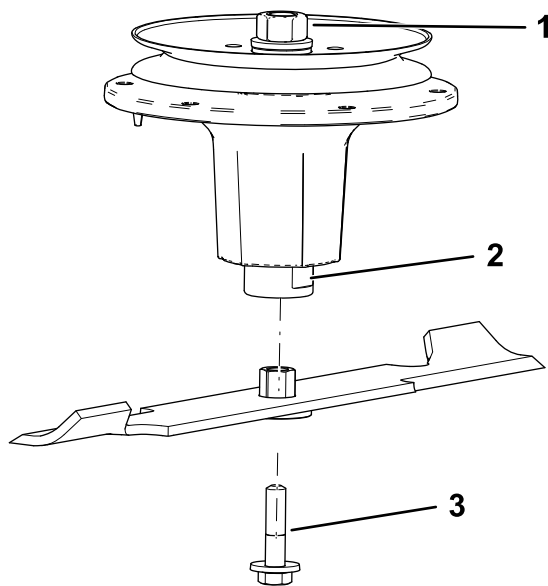

Figure 78
2. Installez l'ensemble douille/lame sur l'axe de pivot (Figure 78).